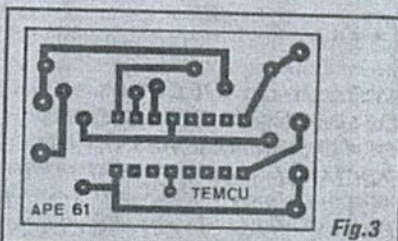

Fig.3
- FIG. 3 - "CHAPEADO" DA MONTAGEM - Na figura anterior, vimos o padrão cobreado da plaquinha específica... Agora temos a placa pelo seu lado *não cobreado*, com as principais peças devidamente posicionadas, todas identificadas pelas suas estilizações (nas normas costumeiramente adotadas aqui em APE...), códigos, valores e demais informações "visuais" importantes para o montador... Um ponto *muito* importante refere-se ao posicionamento do Integrado, componente *polarizado*, que *não* pode assumir sobre a